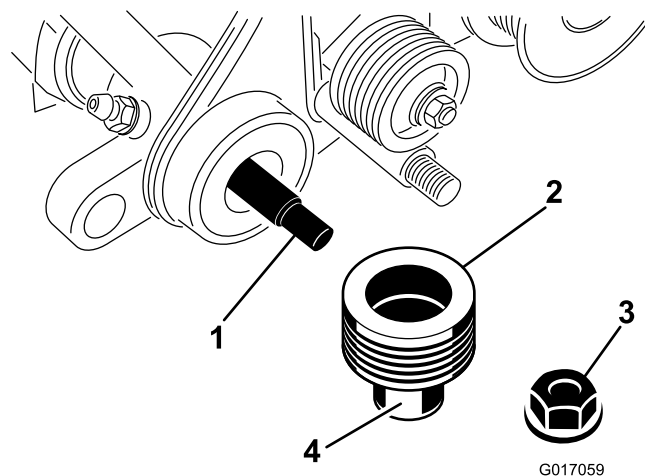

Figura 6
13. Aplique lubrificante na superfície do vedante da polia da transmissão, como se mostra na Figura 6.
14. Faça deslizar a polia para o eixo do rastelo (Figura 6).
15. Prenda a polia ao eixo com uma porca de bloqueio flangeada (Figura 6). Aperte com 23-28 N m.
16. Aplique lubrificante no vedante da placa de suporte do lado esquerdo e extremidade do eixo do rastelo (Figura 6).